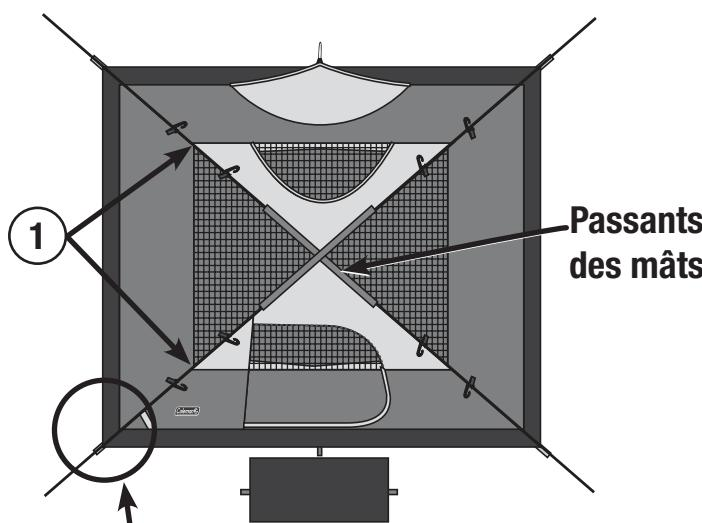

Fig. 1
- Étalez la tente en orientant l'entrée dans la direction désirée. (Fig. 1)